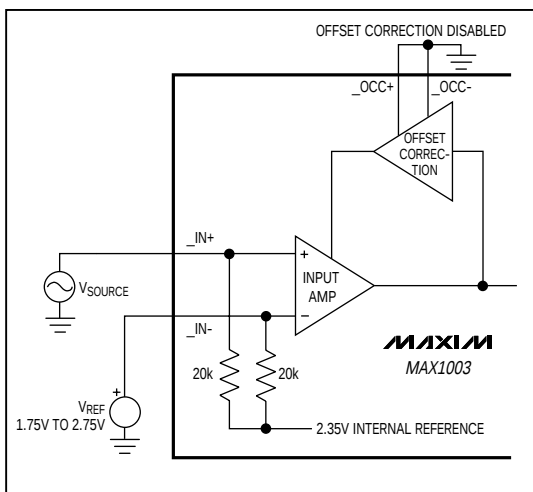
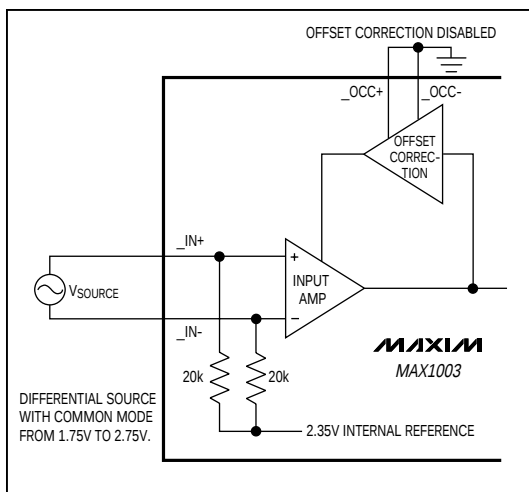

図4. シングルエンドDCカップリング入力
図5. 差動DCカップリング入力
**Note 2:** A typical application will AC couple the analog input to the DC bias level present at the analog inputs (typically 2.35V). However, it is also possible to DC couple the analog input (using differential or single-ended drive) within this common-mode input range (Figures 4 and 5).
図4及び図5に、入力信号にDC成分が存在するアプリケーション用のシングルエンド及び差動DCカップリング入力回路を示します。アンプの入力同相電圧範囲は、1.75V ~ 2.75Vです。このモードにおける入力信号のDC成分の減衰を防ぐため、I及びQブロックの\_OCC+及び\_OCC-ピンをグラウンドに接続してオフセット補償アンプをディセーブルしてください(図4及び図5)。